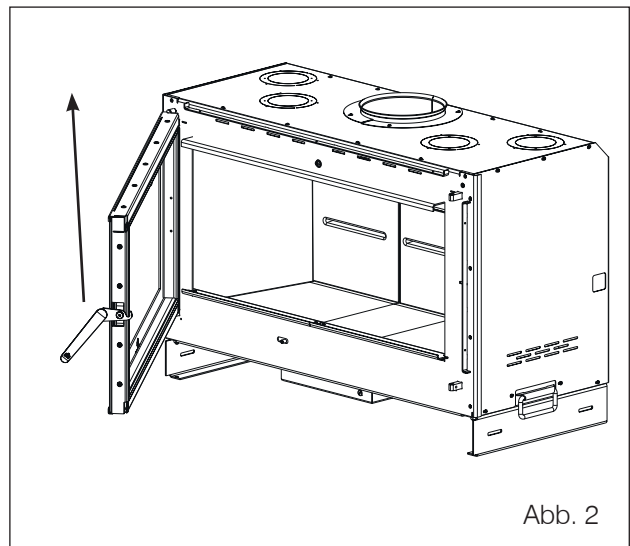

Abb. 2
- Die Tür kann wahlweise aus den Scharnierstiften (Abb. 2) herausgenommen und entfernt werden, um bequemer arbeiten zu können. Siehe hierzu die Anleitung für den Wechsel des Türanschlags.